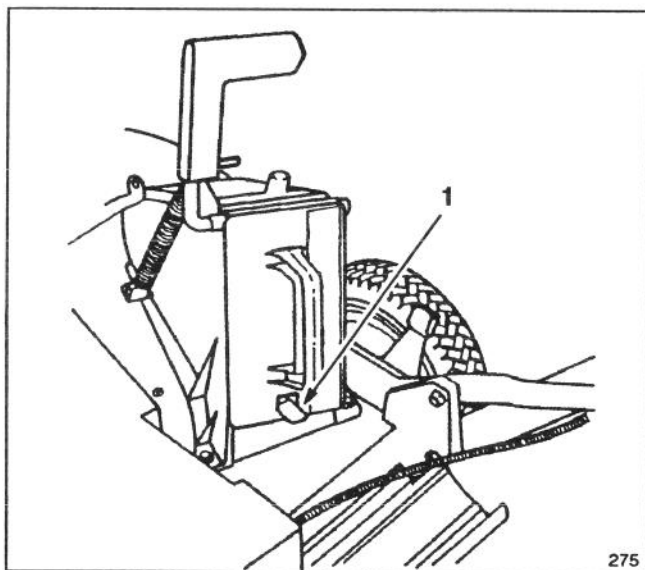

Figure 11
3. Engager l'obturateur à fond jusqu'à ce que le loquet à ressort du bas de l'obturateur s'encliquette, assujettissant fermement ce dernier dans le conduit de l'éjecteur (Fig. 11). Relâcher la poignée de la porte de l'éjecteur pour verrouiller le haut de l'obturateur.